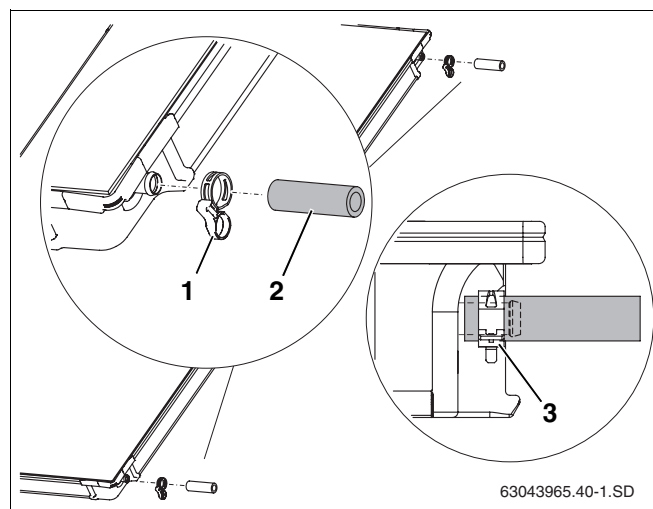

Рис. 20 Предварительный монтаж соединительного комплекта
- Надеть шланги 95 мм (рис. 20, поз. 2) на правые штуцеры второго и всех других коллекторов.
- Надеть пружинные хомуты (рис. 20, поз. 1) на шланг солнечного коллектора (второй хомут будет потом фиксировать подключение другого коллектора).
- Если пружинный хомут установлен правильно, то нужно потянуть фиксирующее кольцо для фиксации соединения (рис. 20, поз. 3).